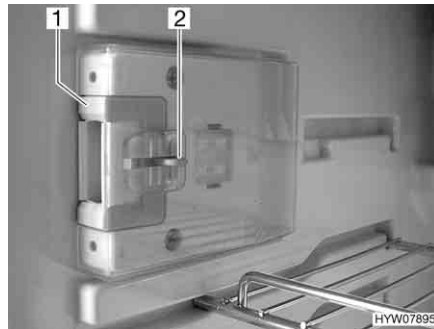
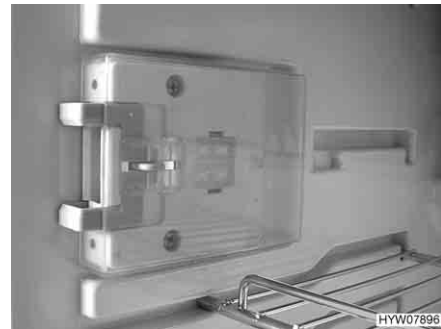

Bild 182 Verschlusseinrichtung in Normalstellung
Bild 183 Verschlusseinrichtung in Lüftungsstellung
- Die Entriegelung (Bild 182,2) eindrücken.
- Die Verschlusseinrichtung (Bild 182,1) nach vorn schieben (Bild 183).